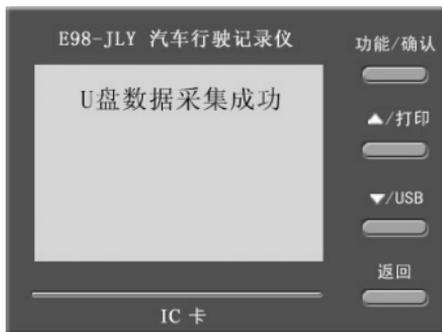
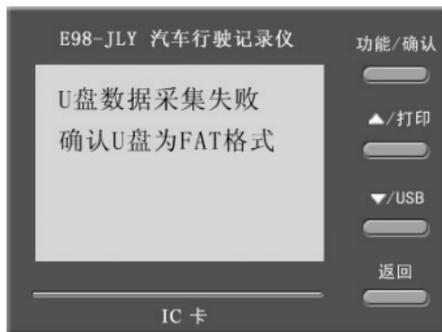

图 21
图 22
- 1) 先确认 U 盘格式为 FAT16 格式，在 USB 接口插入相关设备，再按下“USB/▼”键即可读取相应信息若 U 盘格式正确，则显示为“U 盘数据采集成功”(如图 21);若 U 盘不是 FAT16 格式，则显示“U 盘数据采集失败，确认 U 盘为 FAT 格式”。（如图 22）